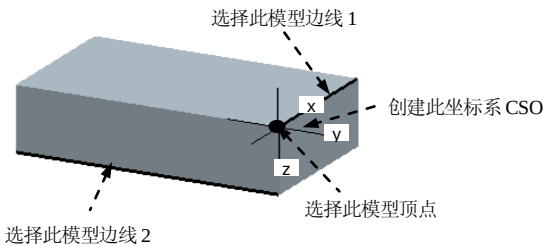
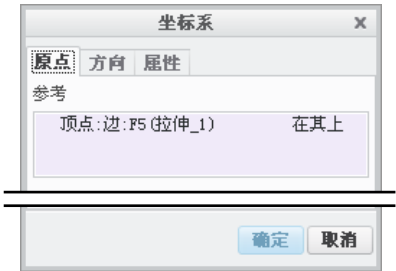

图 3.2.1 由点+两不相交的轴创建坐标系
图 3.2.2 “坐标系”对话框
如图 3.2.1 所示，现需在模型顶点上创建一个坐标系 CSO，可按如下方法进行操作：
Step3. 选取放置参考。选取图 3.2.1 所示的模型顶点，则该顶点处产生一个临时坐标系，此时对话框如图 3.2.2 所示。
(2) 在 **方向** 选项卡中，单击第一个 **使用** 后的文本框，然后选取图 3.2.1 所示的模型边线 1，并确定其方向为 X 轴；选取模型边线 2，并确定其方向为 Y 轴，如图 3.2.4 所示。此时即创建了图 3.2.1 所示的坐标系 CSO。